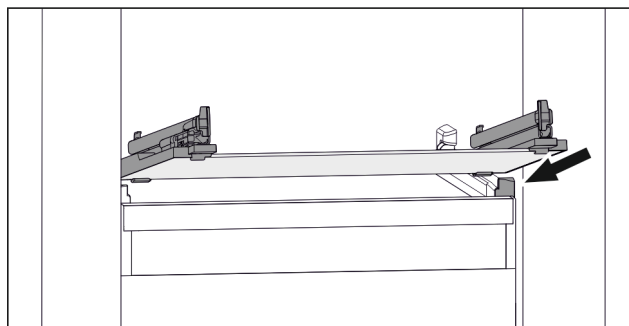

Fig. 69 Příklad znázornění skleněné desky
- ▶ Nasaďte skleněnou desku šikmo za zářátky. (viz Fig. 69)